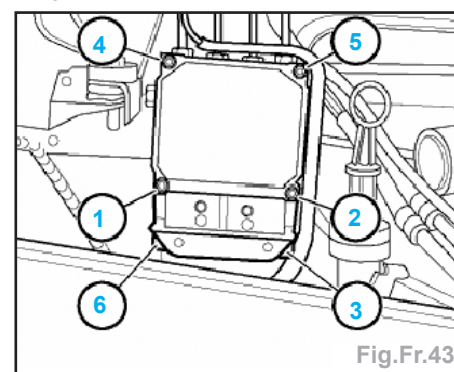

Fig.Fr.43
- Presser le boîtier électronique sur le groupe hydraulique et visser uniformément les vis (1) + (2) (sans les serrer) jusqu'à ce que le boîtier appuie uniformément contre le groupe hydraulique (fig.Fr.43).